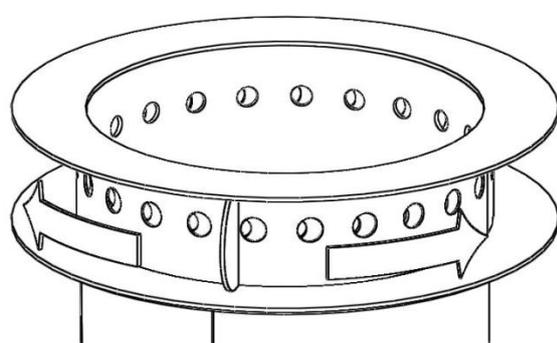

Fig. 11.2. Registre à moitié fermé.
1. Ouvrir la porte inférieure (DD) et sortir le brûleur du chauffage (PO). Il faut le faire à deux personnes dont l'une devrait tenir le chauffage et l'autre remplir le brûleur du chauffage, pour empêcher le renversement du produit. Remplir le brûleur avec les pellets. Ne pas le remplir entièrement, laisser 5 cm d'espace au-dessous du bord supérieur.
5. Il est possible de régler le niveau de la flamme en couvrant les orifices dans le cache-brûleur (OP). Dans ce but, il faut couvrir graduellement les orifices de sorte à obtenir un effet désiré. Il faut noter qu'il est strictement recommandé de le faire une fois le brûleur éteint.
- ⚠ **RECOMMANDATION** : Plus les orifices sont couverts, moins d'oxygène est fourni jusqu'au brûleur. En conséquence, la flamme est plus haute (combustion d'oxygène du tube en verre) et la qualité de combustion est pire – possibilité d'augmentation de la quantité de fumée. Une ouverture plus large des orifices assure un accès plus facile de l'oxygène au brûleur (la plus grande partie du processus de combustion se déroule dans le brûleur en acier) et une meilleure qualité de la flamme qui, par contre, ne sera pas tellement haute. Il est recommandé de couvrir les orifices de telle sorte que la fumée noire ne se produise pas, que la flamme ait une couleur claire et qu'elle soit la plus haute possible. En conséquence, il est recommandé que les orifices soient couverts à moitié, comme sur la figure 11.2, afin que la hauteur de la flamme et le temps de combustion des pellets soient optimaux.